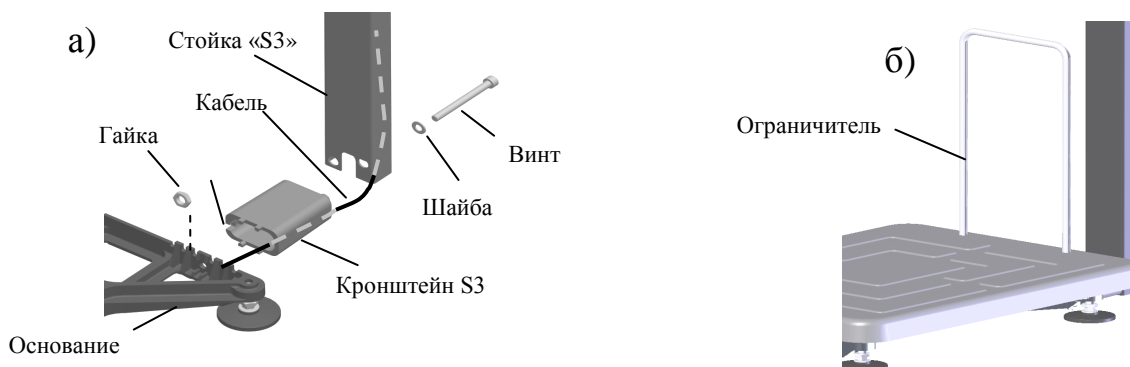

Рис. 5.2 - Крепление прямоугольной стойки к модулю ТВ-S\_
- Протянуть кабель через кронштейн и стойку, Рис. 5.2 а.
Вложить в винт М8х130 шайбу 8. Вставить винт в отверстие стойки и пропустить его сквозь стойку, кронштейн (положение паза кронштейна см. на Рис. 5.2 а) и основание модуля. Стянуть винт гайкой М8.
- Плотнo вставить в отверстия платформы ограничитель (Рис. 5.2 б).